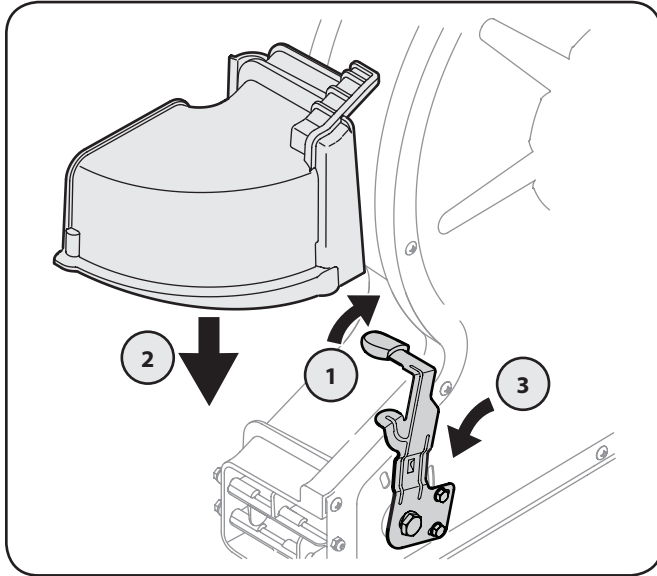

Figure 3-3
1. Faites pivoter le levier de réglage du débit d'air vers la droite, à la position la plus haute. Voir Figure 3-3.
3. Faites pivoter le levier de réglage du débit d'air à la position centrale pour fixer le déflecteur d'éjection en place. Voir Figure 3-3.